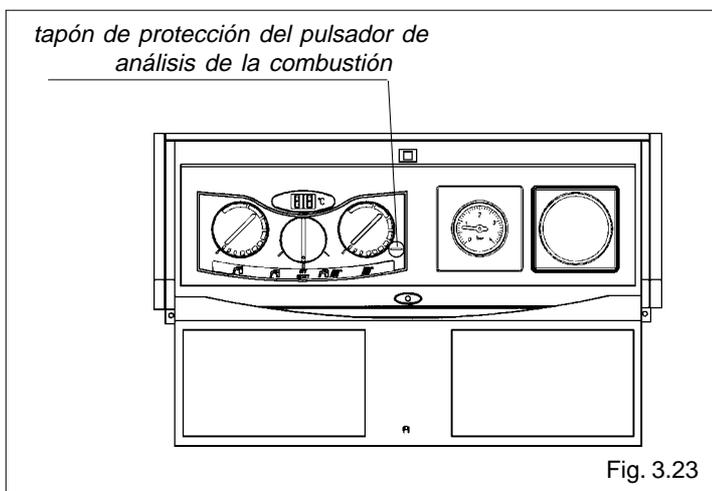

Fig. 3.23
- desenroscar el tapón de protección del pulsador de análisis de la combustión (fig. 3.23)